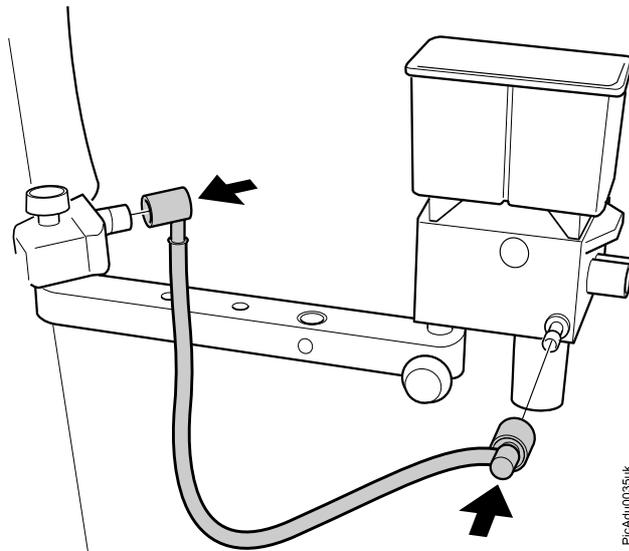

Figura 46 Conexión del tubo de gas fresco al Bloque Compacto II
2. Conecte el acoplador rápido, situado en el otro extremo del tubo de gas fresco, al conector de entrada de gas fresco, que se encuentra en la parte inferior del Bloque Compacto I. Consulte la Figura 46 en la página 48 para saber cuál es la ubicación de la entrada de gas fresco en el Bloque Compacto II.